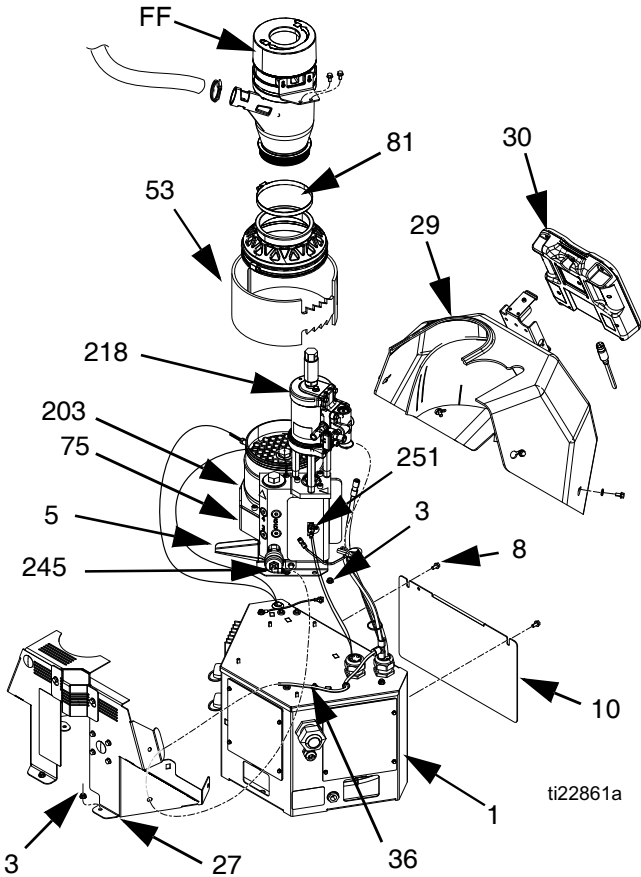
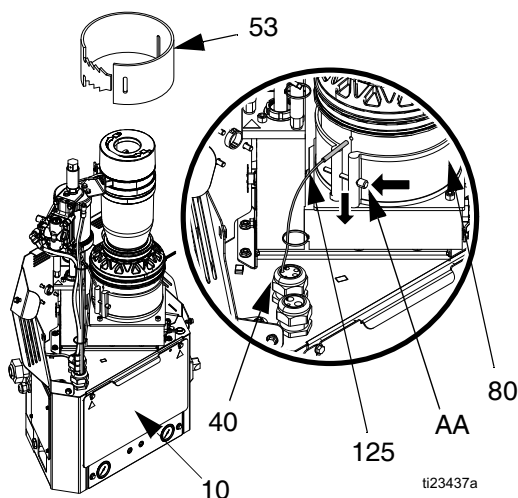

図 37
図 40
5. ADM (30) からケーブルを取り外し、シュラウド (29) を前方にスライドさせシステムから取り外します。
6. ネジ (8) を取り外し、電気エンクロージャのフロントアクセスドア (10) を取り外します。
8. 解放バルブ (245) からエアチューブ (36) を取り外します。金属シュラウド (27) からエアチューブを引き抜きます。
9. 背面の金属シュラウド (27) のナット (3) を取り外し、シュラウドを取り外します。
10. ファブリック溶解装置インシュレーター (53) を取り外します。
11. ネジ (AA) を緩め、センサー (125) を取り外します。図 40、71 ページを参照してください。
12. ホースクランプ (81) を緩め、ファネル (FF) を取り外します。
13. 過熱スイッチ (251) からワイヤーコネクタを取り外します。
14. インシュレーター (53、75) を溶解装置のアセンブリ (5) から取り外します、
15. 充填センサーケーブルを充填センサー (20) から取り外します。充填センサーの交換、ページ 77 を参照してください。
17. エアモーター (218) からエアチューブを外します。
分解 (図 40 を参照):
4. 解放バルブからエアチューブ (36) を取り外します。金属シュラウド (27) を通してエアチューブを引きます。
5. ナット (3) を取り外し、金属シュラウド (27) を取り外します。図 37、68 ページを参照してください。
6. ファブリック溶解装置インシュレーター (53) を取り外します。
7. ネジ (AA) を緩め、センサー (125) を取り外します。
8. 電気エンクロージャアクセスドア (10) を取り外します。
9. 温度センサーケーブルを J5 というラベルの付いた MZLP コネクタから切断します。図 40 のように設置します。
再アセンブリ (図 40 を参照):